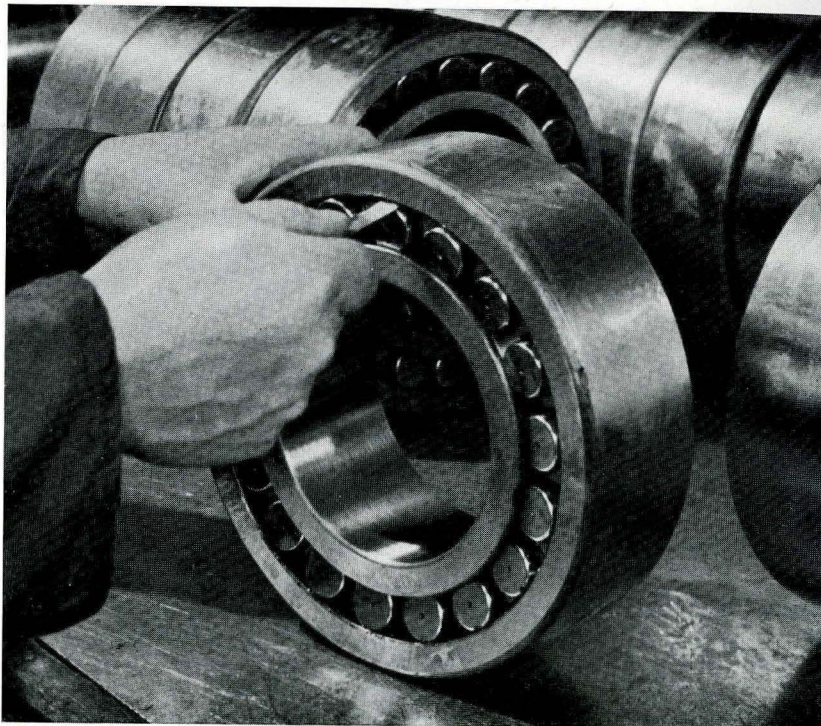

Fig. 12
2. Rullagren tagas ur sina förpackningar, och deras glapp uppmättes med slitstolk, fig. 12 och 13. Man mäter glappet mellan ytterringen och en obelastad rulle, och slitstolken får därvid ej överrullas.